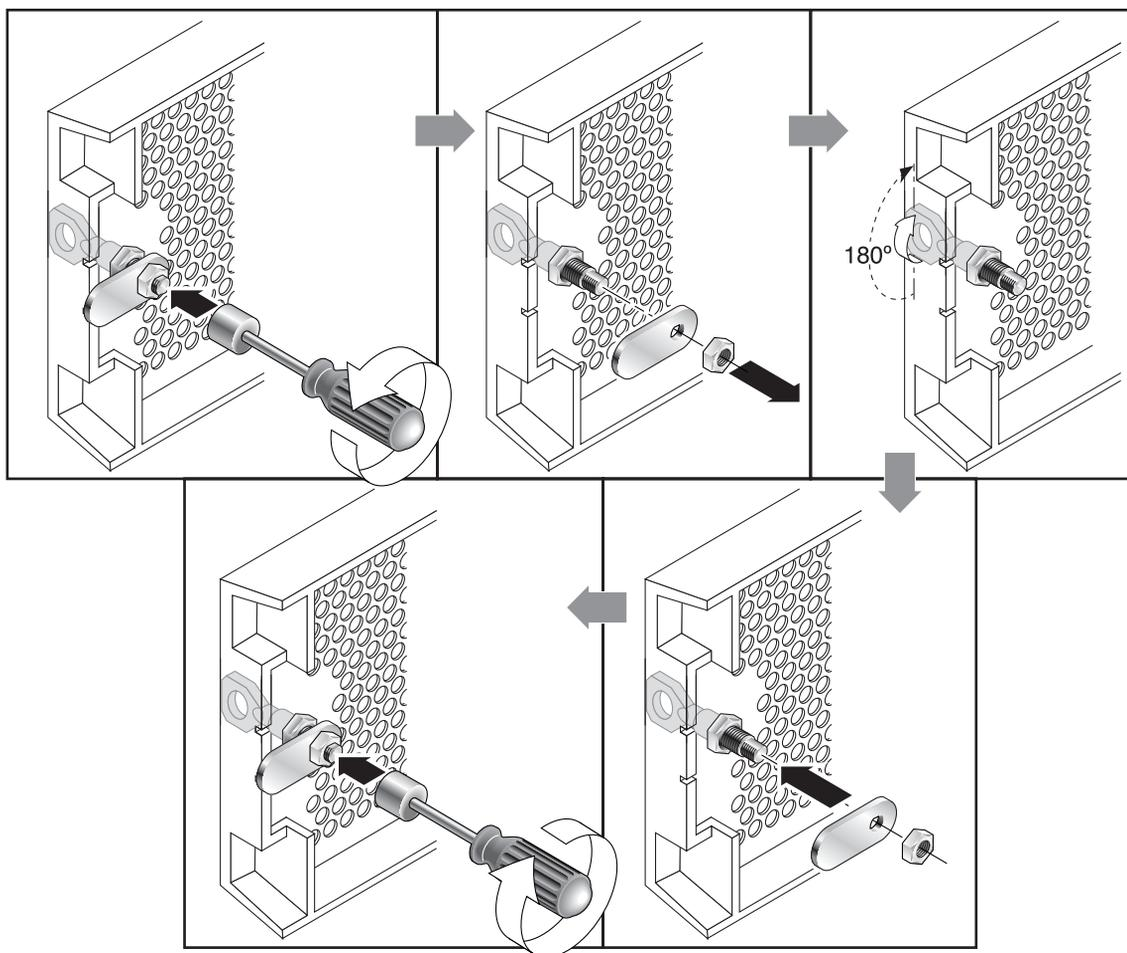

図 4-2 鍵を抜き取ることができないようにするための手順
3. 鍵が回らないように保持しながら、12 mm か 3/8 インチのナットドライバを使用して、掛け金を固定しているナットを外します (図 4-2 の最初のパネルを参照)。
4. 掛け金を持ち上げて、ロック本体のネジ部から外します (図 4-2 の 2 番目のパネルを参照)。
6. 鍵を使用してロックを 180 度回転します (図 4-2 の 3 番目のパネルを参照)。
7. 掛け金を、外したときと同じ向きで元の位置に戻します (図 4-2 の 4 番目のパネルを参照)。
8. 鍵が回らないように保持しながら、ナットドライバを使用して掛け金を固定するナットを締めます (図 4-2 の 5 番目のパネルを参照)。ネジ山をつぶさないように注意して締めてください。